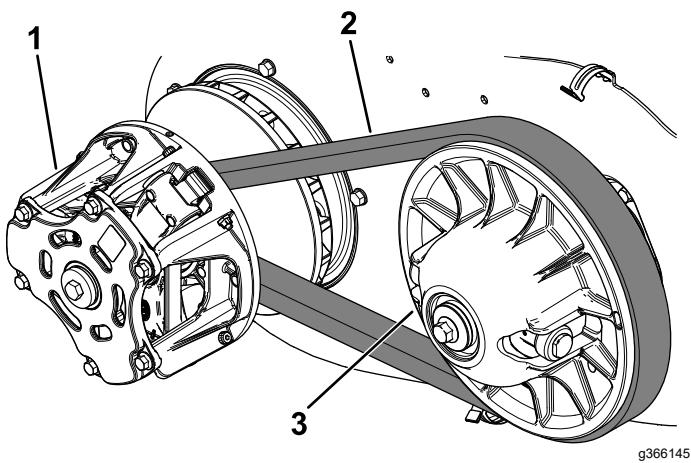

Figure 125
6. Faites tourner la courroie (Figure 125) pour vérifier qu'elle n'est pas excessivement usée ou endommagée.
- 7. Nettoyez soigneusement les embrayages à l'air comprimé (Figure 125).
6. Tirez sur le haut de la courroie pour écarter l'embrayage secondaire, puis faites tourner et acheminez la courroie par-dessus l'embrayage secondaire (Figure 125).
7. Enlevez la courroie de l'embrayage primaire (Figure 125).
8. Placez la courroie neuve sur l'embrayage principal (Figure 125).
9. Faites tourner la courroie et faites-la passer sur l'embrayage secondaire (Figure 125).